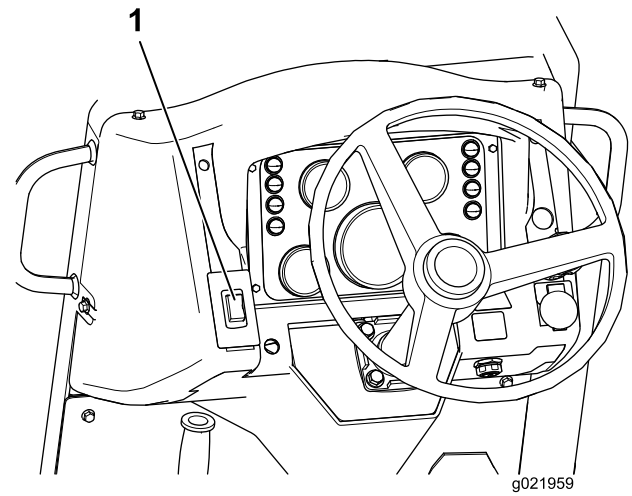

Figure 23
1. Poussez l'interrupteur du frein de stationnement (Figure 23) vers le haut pour serrer le frein.